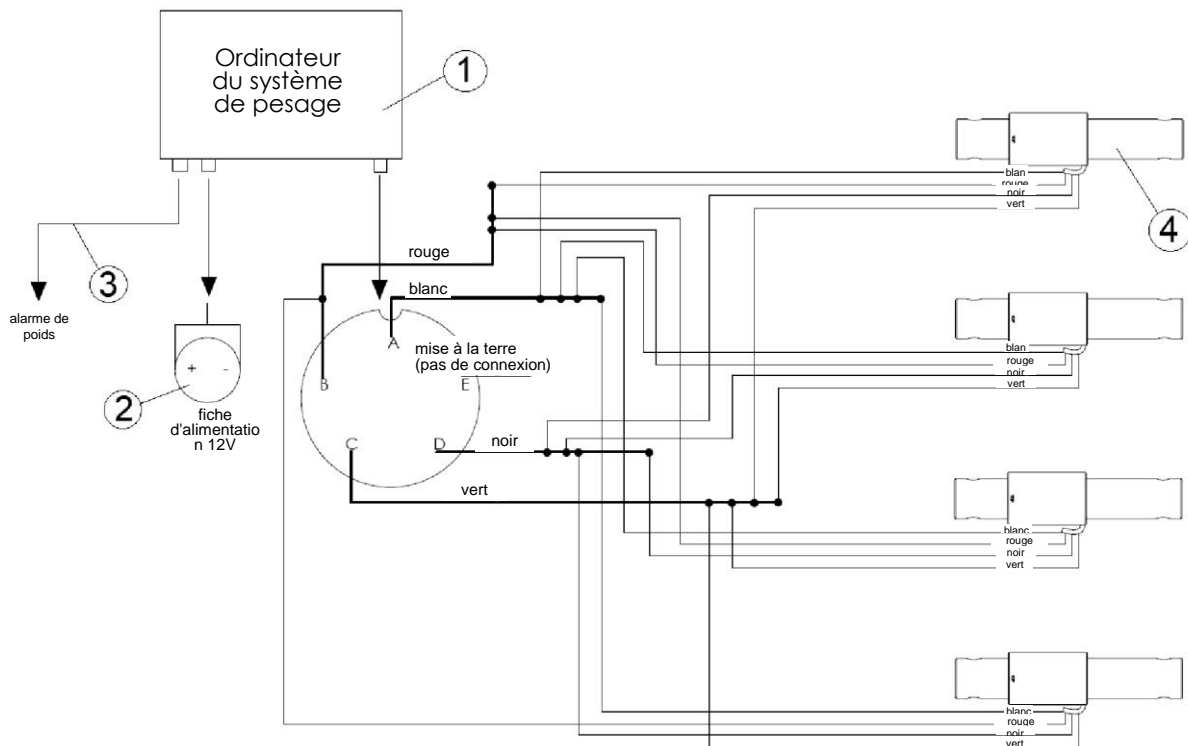

Figure 32. Schéma du système de pesage : 1 – ordinateur de pesage, 2 – fiche d'alimentation avec câble, 3 – alarme de pesage avec câble, 4 – capteur de poids
Un schéma du système de pesage et de la méthode de raccordement est présenté à la figure 32. L'ordinateur de pesage (1) situé à l'avant de la machine et les capteurs (4), dont la disposition est illustrée aux figures 12, 13 et 14, sont chargés de mesurer la quantité de poids chargée dans la remorque mélangeuse. Selon la variante, il peut y avoir 4 ou 3 capteurs de poids. Ils sont reliés à un ordinateur de pesage, qui reçoit des signaux électriques en fonction desquels le poids de l'aliment chargé est affiché sur l'écran. Le système de pesage est alimentée par la prise à 3 broches du tracteur, dans laquelle la fiche d'alimentation (3) doit être insérée.